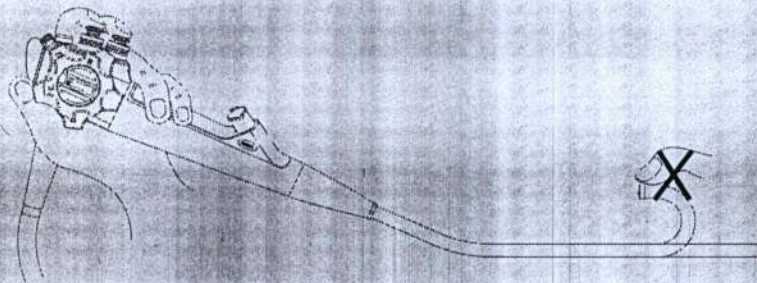

Figura 3.5
4. Operam lentamente o botão de controle de angulação para confirmar que a seção de curvatura, o botão de controle angulação e o bloqueio de angulação são flexíveis, eficazes, fiáveis, e livre de qualquer interferência. Certifique-se de que o ângulo de curvatura está de acordo com os requisitos de utilização. (Vide Figura 3.5)